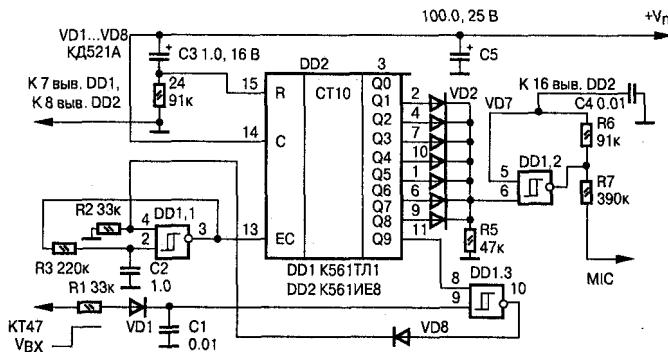

Рис. 4.2. Электрическая схема генератора последовательности тоновых сигналов
На практике осуществить идею весьма просто. На Рис. 4.2 показана электрическая схема простого устройства, состоящего из двух миクロсхем серии K561.
В режиме приёма (RX) дополнительное устройство (Рис. 4.2) обесточено. В режиме передачи (TX) узел начинает работать.
Подключая диоды развязки VD2...VD7 к различным выходам счётачика DD2 (Q1...Q8) и оставляя некоторые из этих выходов свободными (как Q4 и Q6 на **Рис. 4.2**), добиваются различной длительности части тоновой посылки и паузы между посылками. Если рассматривать одну тоновую посылку как последовательность тире и точек в азбуке Морзе, то показанная на схеме (**Рис. 4.2**) комбинация будет звучать как «тире-точка-тире». Вариантов таких комбинаций сколь угодно много, и при желании можно оформить свой оригинальный позывной — визитку как одну из букв в азбуке Морзе.